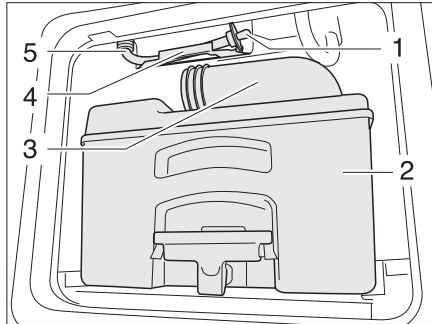

Bild 375 Ablaufschlauch Wassertank Toilette
- Kassette (Bild 375,2) an einer dafür zugelassenen Entsorgungsstelle entleeren und reinigen.
- Den Entleerungsstutzen (Bild 375,3) offen lassen.
- Ablaufschlauch (Bild 375,5) aus der Halterung (Bild 375,4) nehmen.
- Den Ablaufstößel (Bild 375,1) entfernen und Restwasser ausfließen lassen.